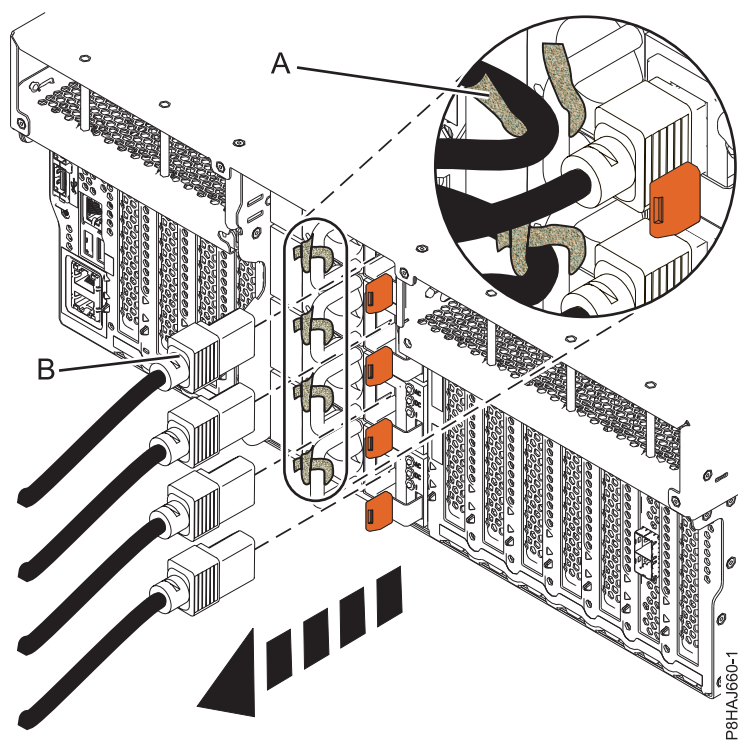
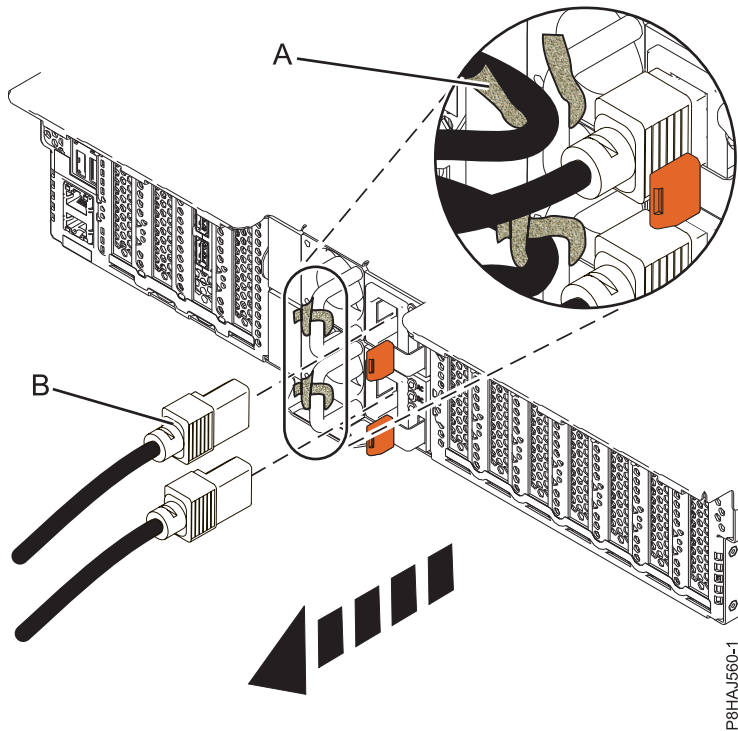
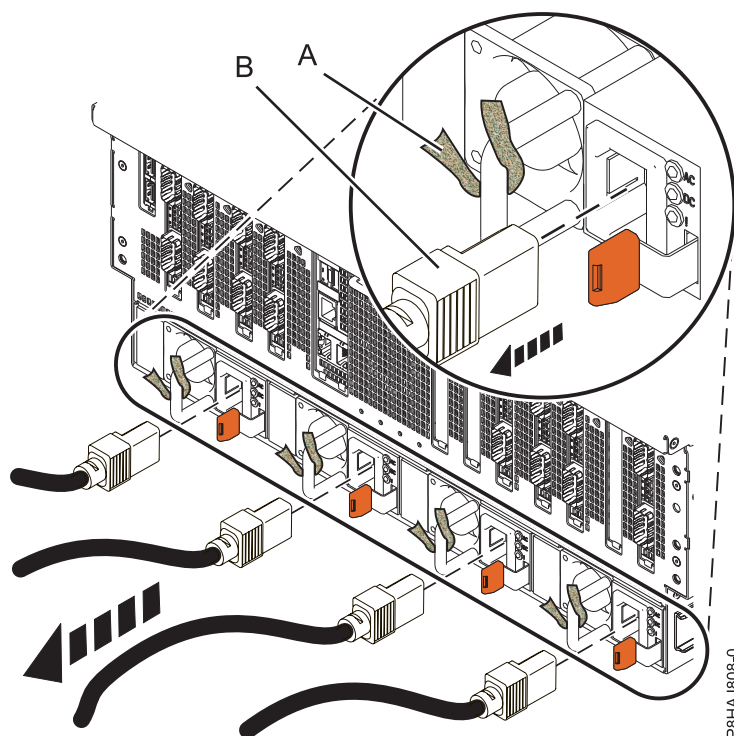

Figura 102. Extracció dels cables d'alimentació d'un sistema 8247-42L, 8286-41A o 8286-42A
Figura 103. Extracció dels cables d'alimentació d'un sistema 5148-21L, 5148-22L, 8247-21L, 8247-22L, 8284-21A, o 8284-22A
Figura 104. Extracció dels cables d'alimentació d'un sistema 8408-44E o 8408-E8E
3. Desconnecteu els cables d'alimentació **(B)** de la unitat del sistema. Consulteu Figura 102 a la pàgina 124, Figura 103 a la pàgina 124 o Figura 104 a la pàgina 125 depenent del tipus de sistema que tingueu.